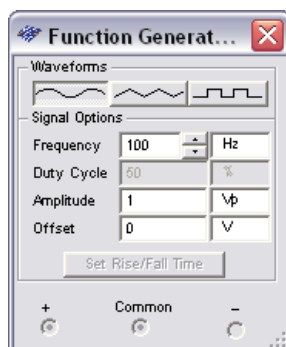

Figure E2-9. Configuration du générateur de fonctions
- c. Vérifiez que le comportement de votre circuit est conforme au fonctionnement attendu en configurant le **générateur de fonctions** et l'**oscilloscope** comme indiqué en Figures E2-9 et E2-10.